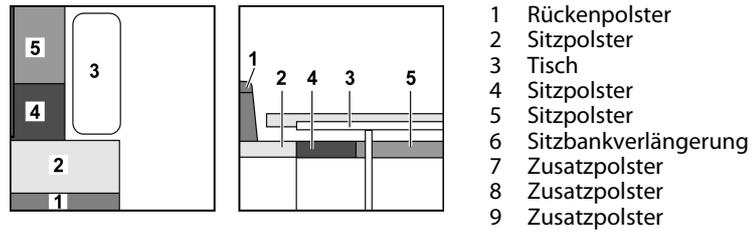

Bild 151 Vor dem Umbau
- Tisch (Bild 151,3) zum Bettunterbau umbauen (siehe Abschnitt 7.8).